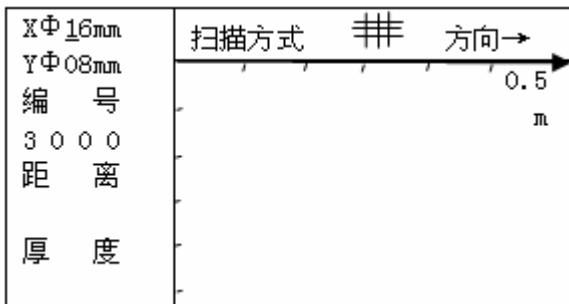

图 3-9 0.5×0.5m 网格扫描界面
$0.5 \times 0.5\text{m}$  规格的网格钢筋扫描界面如图 3-9 所示，首先设置工程信息，包括已知横向 (Y) 和纵向 (X) 钢筋的直径（默认值